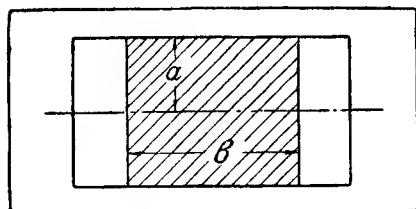

Рис. 1
**Формула для определения коэффициента самоиндукции однослойной катушки (рис. 1):**